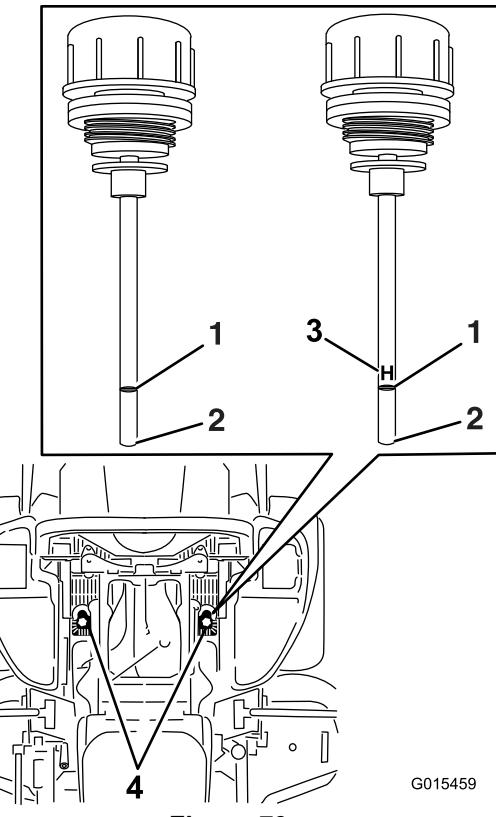

Figure 79
6. Nettoyez la surface autour des jauge des réservoirs du système hydraulique (Figure 79).
7. Sortez une jauge du réservoir hydraulique (Figure 79).
9. Ressortez la jauge et examinez son extrémité (Figure 79).